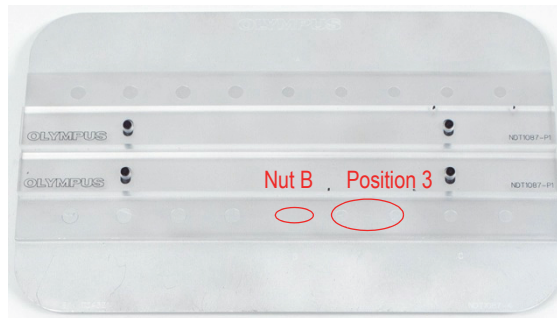

Abbildung 5-126 Position 3 auf dem Justierkörper
21. Halten Sie die Sonde auf Position 3 (siehe Abbildung 5-126 auf Seite 232) und drücken sie dann die Direktzugriffstaste A-LIFT NULL ().